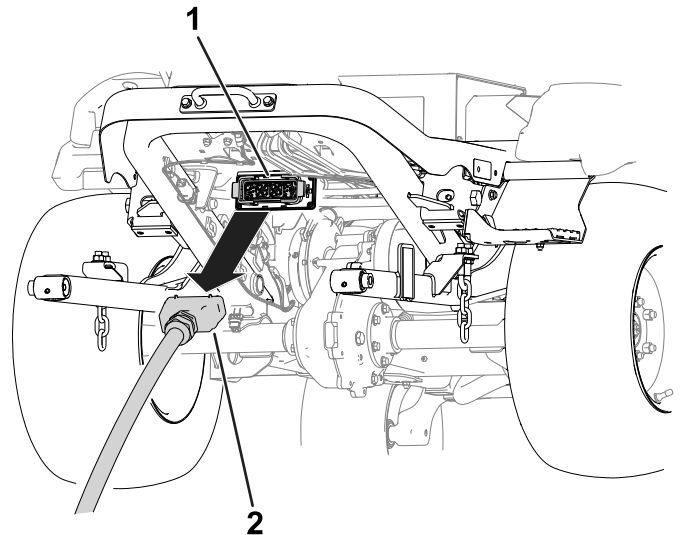

図 20
5. カッティングユニットのコネクタをマシン側のコネクタ(図 20)から外す。